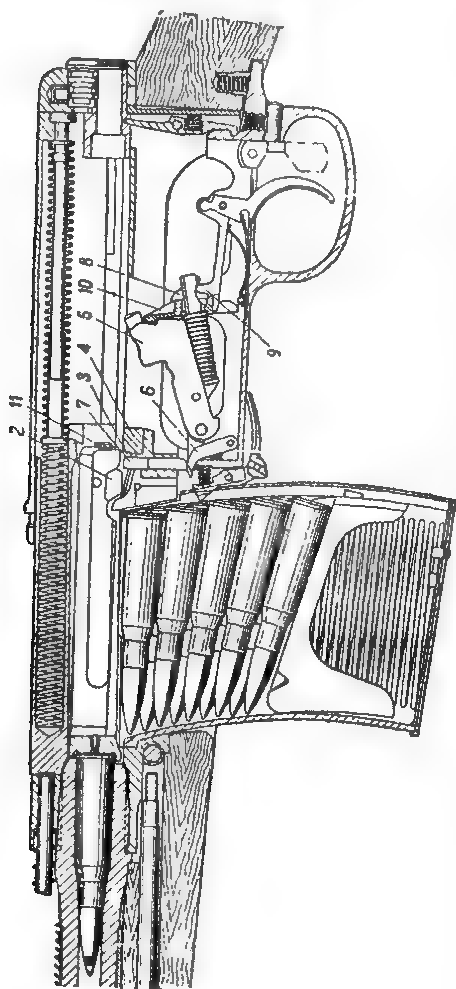

Рис. 75. Взаимодействие частей винтовки при зарядании:
65. Для заряджания винтовки (рис. 75) надо: